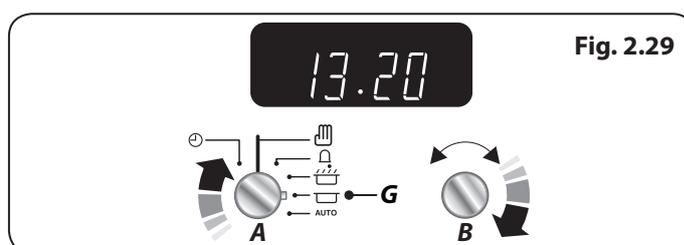

Fig. 2.29
1. Gire el botón del **temporizador (A)** hasta la configuración de la **hora de detención (G)** (Fig. 2.29).
2. Gire el **botón de ajuste (B)** hacia la derecha y la pantalla mostrará la hora actual (Fig. 2.29).